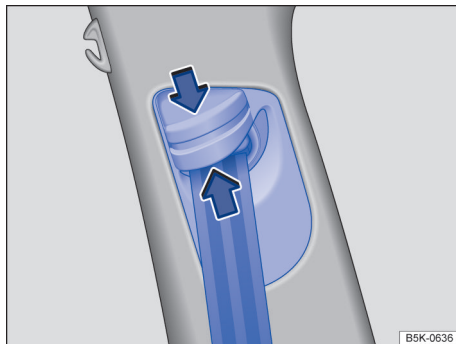

Fig. 40 Ao lado dos bancos dianteiros: regulagem de altura do cinto de segurança. ▶
- Pressionar o dispositivo regulador no sentido da seta e mantê-lo pressionado → Fig. 40.